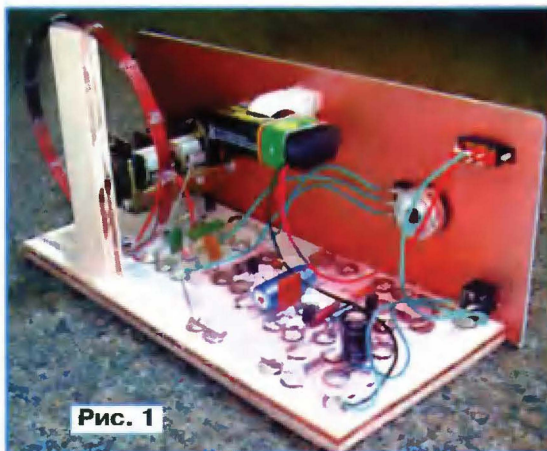

Рис. 1
Немецкие коротковолновики разрабатывали для начинающих радиолюбителей несложный в повторении регенеративный приемник (Sieghard Scheffczyk "Einmal um die Welt für 5 Euro". — CQ DL, 2004, № 10, S. 720). Его особенность состоит в том, что принимать радиостанции можно сразу после изготовления конструкции, поскольку ему не нужна внешняя антенна. Рамка, состоящая из нескольких витков провода, одновременно является и антенной, и катушкой индуктивности контура регенеративного детектора. Приемник (рис. 1) позволяет принимать на частотах 5...22 МГц сигналы любительских радиостанций, работающих телеграфом (CW) и однополосной модуляцией (SSB), а также сигналы радиовещательных станций, использующих амплитудную модуляцию (AM).
Для придания всей конструкции необходимой жесткости плату крепят к основанию, изготовленному из толстой фанеры (см. рис. 1). Переднюю панель приемника также изготавливают из фольгированного стеклотекстолита и припаивают под углом 90 градусов к плате, на которой размещены детали.